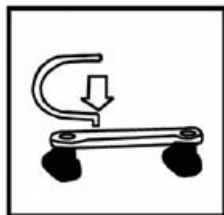

Abb. 1
2. Die drehbaren Räder in die Fahrgestellleisten anschrauben und das gebogene Bügelende in die Öffnung in jede Leiste (Abb. 1) einfädeln. 1).